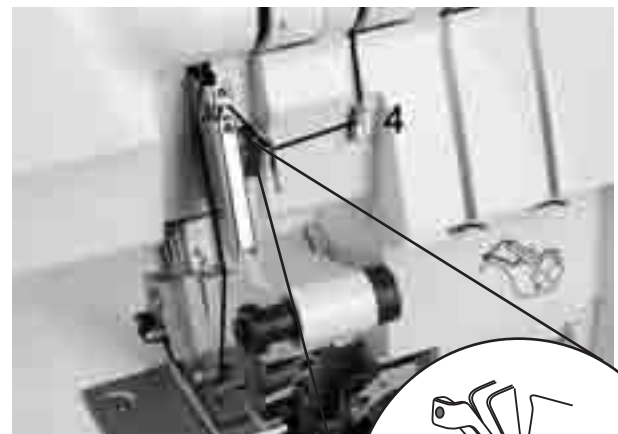

Fig. 27
4. Tråd nålen efter de grønne markeringer (4 - 7) (fig. 27/28).